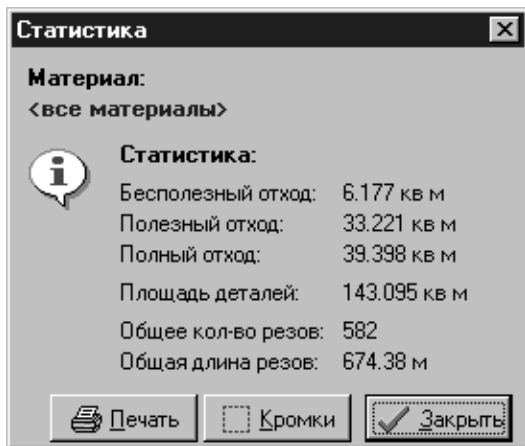

Рис. 9.4. Окно “Статистика”.
По кнопке **Да** непосредственно начинается процесс укладки деталей, по окончании которой выводится полная информация о результатах раскроя (рис. 9.4.).
- Кнопка **Статистика**. Вывод окна статистики по разложению (рис. 9.4.). Информация в этом окне зависит от текущего материала на панели “Материал”.